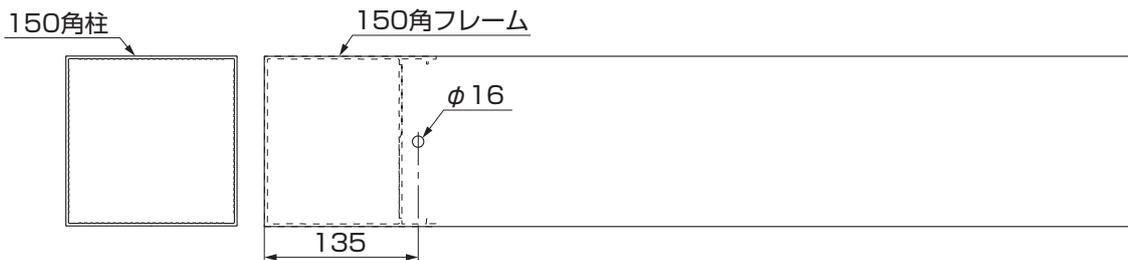

図1-2
①柱150角を図1-2を参照してφ16の穴をあけてください。